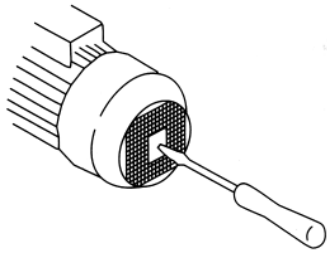

FIG. 1
- 3) Prima dell'avviamento controllare che l'albero motore ruoti liberamente agendo con un cacciavite nell'apposito intaglio situato sull'albero motore lato ventilazione (fig 1). In caso di bloccaggio battere leggermente con un martello in plastica sul cacciavite inserito nella fessura.